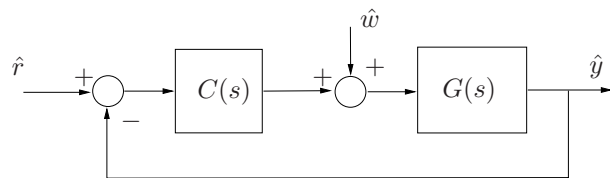

Figura 7: Sistema com realimentação unitária sujeito a ruído de atuação.
**Exercício 20** Um sistema com realimentação unitária e sinal de referência nulo, de acordo com a Figura 7, tem como função de transferência em malha aberta